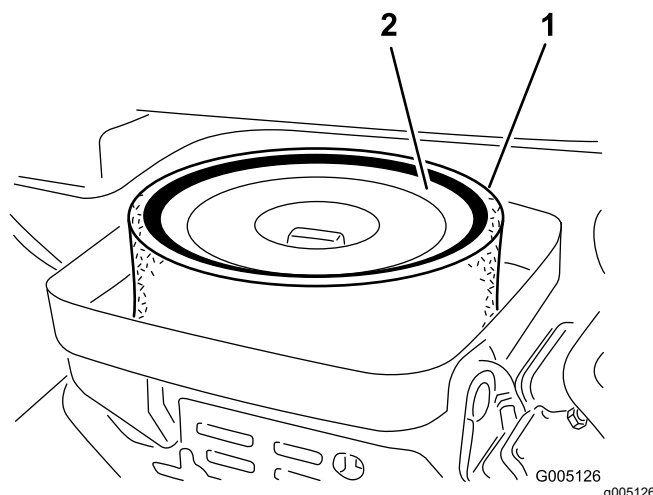

図 39
3. エレメントをエアクリーナに固定している蝶ナットを外す 図 39。
4. スポンジ 図 39を点検し、汚れていればペーパーエレメントから外す。以下の要領で丁寧に清掃してください